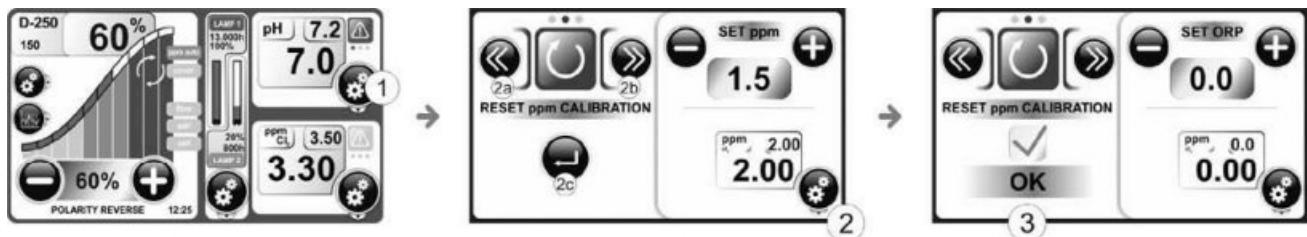

Рисунок 32
1. Нажмите кнопку SETPOINT [1]. (Рисунок 32)
1. Нажмите кнопку SETPOINT [1]. (Рисунок 32а)
Рисунок 32а